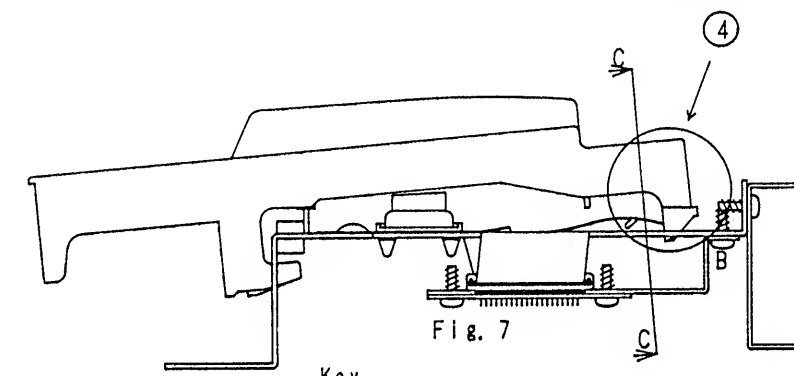
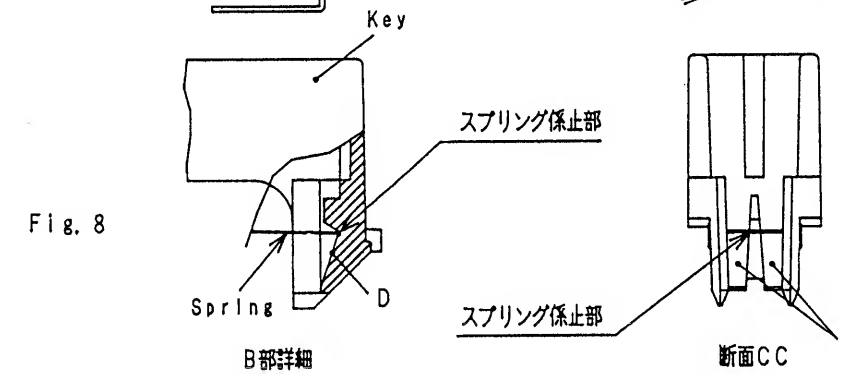

Fig. 7
Fig. 8
2. Referring to Fig.7 and Fig.8, fit the spring in the spring dent and press the key in the direction of ④.
Firmly rest the spring on the spring dent (Fig.8). Don't let the spring stop at the slope D or else the key touch will differ from the previous sensitivity.
スプリングをFig.8に示すスプリング係止部に確実に係止しないと(斜面Dに止まる事がある)KEYタッチが変化します。
2. スプリングをキースプリング係止部にあて (Fig.8参考) 方向4にKEYを押し込みます。